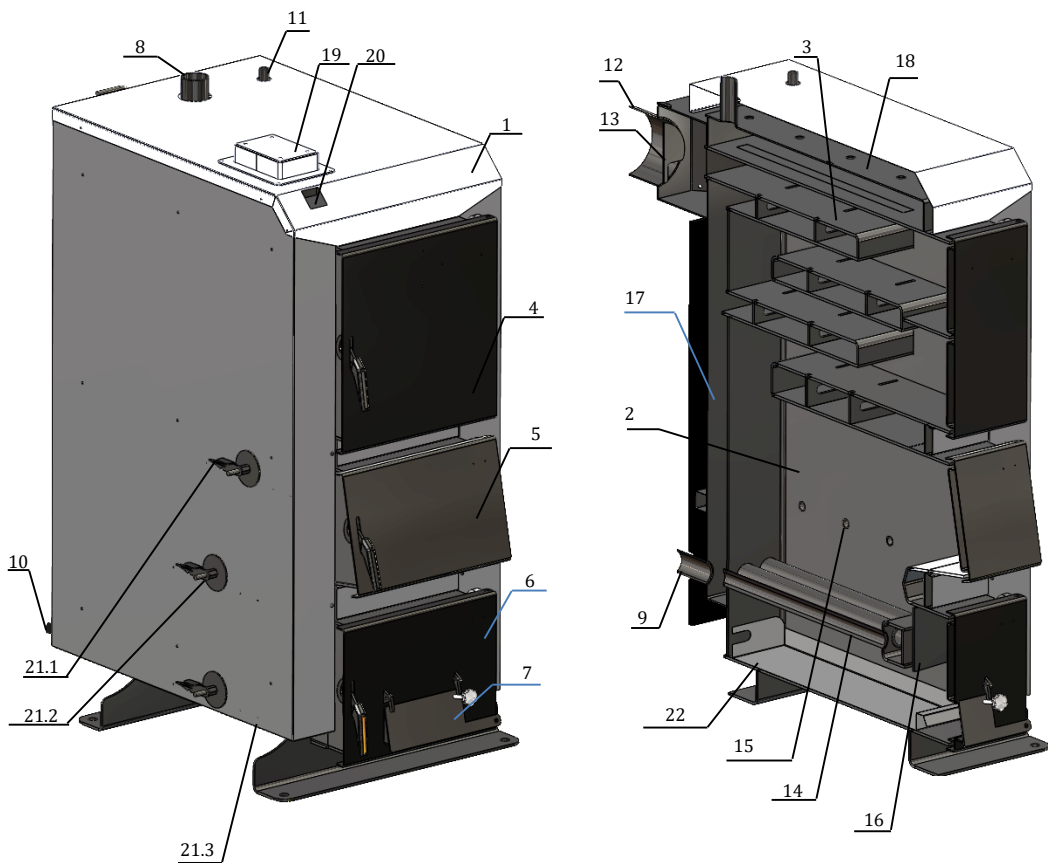

Рисунок 2 – Зовнішній вигляд та основні елементи котла DUO
Конструктивно котел являє собою збірно-зварену конструкцію, що складається з корпусу (поз. 1, рис. 2) з камерою згоряння (топкою) (поз. 2, рис. 2). Конвекційна частина котла складається з чотирьохходового теплообмінника (поз. 3, рис. 2), який розташований безпосередньо над топкою.
Корпус котла виконаний в формі паралелепіпеду з подвійними стінками, які розділені водними перегородками (поз. 17, рис. 2). На зовнішній поверхні корпусу під декоративною обшивкою закріплена теплова ізоляція. (поз. 18, рис. 2).
Паливо для процесу спалення завантажується на колосникові ґрати (поз. 14, рис. 2) крізь завантажувальні дверцята (поз. 5, рис. 2). Згоряння палива в топці відбувається за участю повітря, яке постачається крізь вікно клапана подачі повітря (поз. 7, рис. 2), що закривається кришкою, під колосникові ґрати. Кількість повітря, необхідного для процесу згоряння, регулюється за допомогою механічного регулятора (не входить в комплект поставки).
Для варіанту DUO (М) згоряння палива в топці відбувається за участю повітря, що поставляється в топку по каналу подачі повітря через повітряні форсунки (поз. 15, рис. 2). Кількість повітря, необхідного для процесу горіння, автоматично регулюється контролером та подається через фланець (поз. 19, рис. 2) за допомогою вентилятора. Автоматика керування та вентилятор входить в комплект поставки котла DUO (М).
Підведення і відведення теплоносія здійснюється відповідно через патрубки зворотної мережної води (поз. 9, рис. 2) і прямої мережної води (поз. 8, рис. 2).
Топочні гази виходять у димохід крізь боров (поз. 12, рис. 2), розташований у задній частині котла. Боров обладнано вбудованим дросельним клапаном продуктів згоряння – шибером (поз. 13, рис. 2). У випадку надто високої тяги у димоході шибер дає можливість її знизити шляхом часткового перекривання вихідного отвору борова.
Зола, яка утворюється в процесі згоряння палива, зсипається в нижню частину корпусу котла в короб зольника (поз. 22, рис. 2).
У верхній частині корпусу котла розташований штуцер для встановлення запобіжного клапана котла (поз. 11, рис. 2). Запобіжний клапан не входить у комплект поставки.
Ревізійний дверцята (поз. 6, рис. 2), що розташовані на передній стінці котла, необхідні для періодичного чищення колосникових ґрат, а також для можливості спорожнення підколосникової зони.
Для можливості періодичного обслуговування (чищення) теплообмінника передбачені дверцята поз. 4 (рис. 2).
Приєднання котла до опалювальної системи необхідно здійснювати за допомогою фланців. Трубопровід прямої мережної води потрібно приєднати до патрубку прямої мережної води (поз. 8, рис. 2). Трубопровід зворотної мережної води потрібно приєднати до патрубку зворотної мережної води (поз. 9, рис. 2).
8.6.1 Провести завантаження палива в топку котла. Для цього відкрити завантажувальні дверцята (поз. 5, рис. 2) та укласти на колосникові ґрати (поз. 14, рис. 2) шар палива до меж нижньої кромки завантажувальних дверцят. На укладений шар палива розмістити розпалювальний матеріал: папір, тріски, дрова (у переліченій послідовності). Повністю відкрити шибер (поз. 13, рис. 2) на борві котла. Ручку верхньої повітряної заслінки
(поз.21.1, рис.2) перевести в положення «**ВІДЧИН**» (відкрито). Ручки середніх та нижньої повітряних заслінок (поз. 21.2, 21.3, рис. 2) перевести в положення «**ЗАЧ**» (зачинено)
8.6.4 Положення ручок повітряних заслінок (поз. 21.1-21.3, рис.2):
Для забезпечення герметичності дверцят поз. 4-7 (рис. 2) необхідно кожні два тижні змащувати ущільнюючі шнури дверцят графітним мастилом.